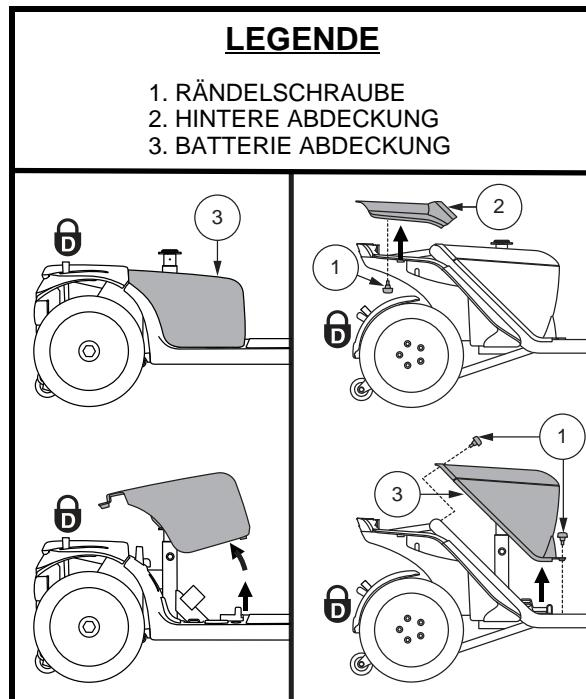

Abb. 13. Entfernung/Ersetzung der Abdeckung
1. Entfernen Sie den Sitz und die hintere Abdeckung. Siehe Abb. 13.
- a.) Für modelle 614 und 714, entfernen Sie die Batterie Abdeckung indem Sie die zwei (2) Rändelschrauben, die es am Scooter Rahmen befestigen, abschrauben und die Abdeckung hoch und vom Scooter heben. Siehe Abb. 13.
- b.) Für modelle 614 und 714, entfernen Sie die Batterie Abdeckung indem Sie die vier (4) Rändelschrauben, die es am Scooter Rahmen befestigen, abschrauben und die Abdeckung hoch und vom Scooter heben. Siehe Abb. 13.